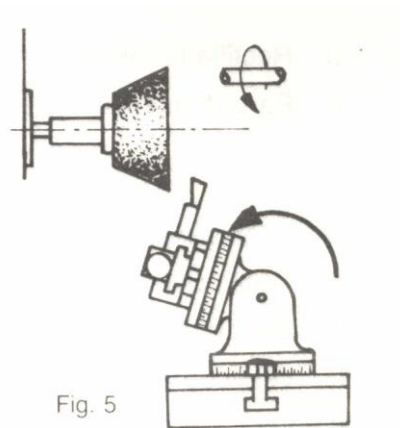

Fig. 5
- a. Posicione la cara frontal (Fig.5)